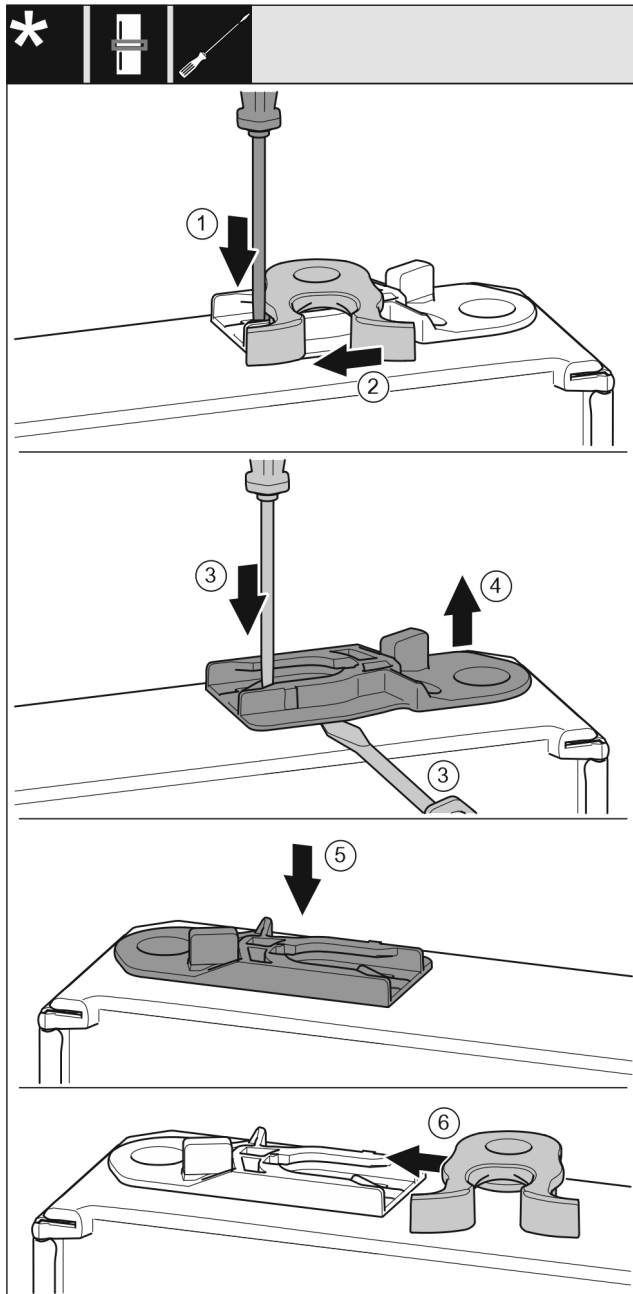

Fig. 19
- Pousser la languette Fig. 19 (1) vers le bas avec un tournevis plat.
- Retirer la gâche Fig. 19 (2) du guide.
- Retirer la douille de guidage Fig. 19 (3, 4) : Presser la languette avec un tournevis plat tout en faisant passer un autre tournevis plat sous la douille de guidage.
- Insérer la douille de guidage Fig. 19 (5) fournie de l'autre côté du boîtier.
- Insérer la gâche Fig. 19 (6) dans le guide.